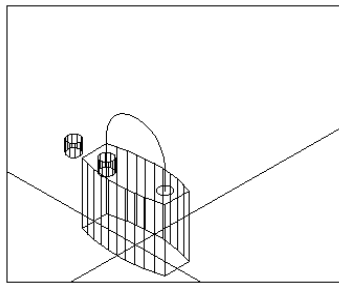

图 14-29
(14) 生成圆柱体。单击  按钮，将左边拉伸为圆柱，挤出高度设为-30。
(15) 复制处理。单击  按钮或者在命令行直接输入 `copy`，将上述圆柱复制一份。
(16) 移动处理。单击  按钮，将上述圆柱移动到合适位置。执行 `View→3D Views→SE Isometric` 命令，结果如图 14-29 所示。